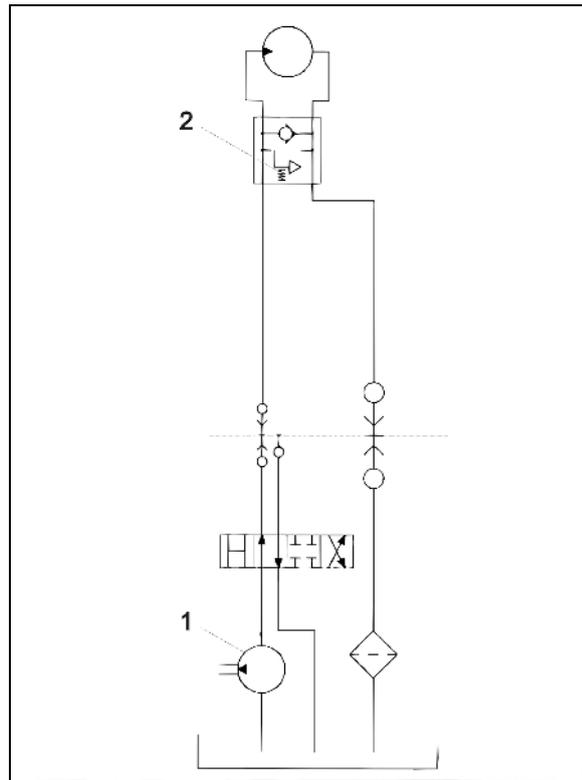
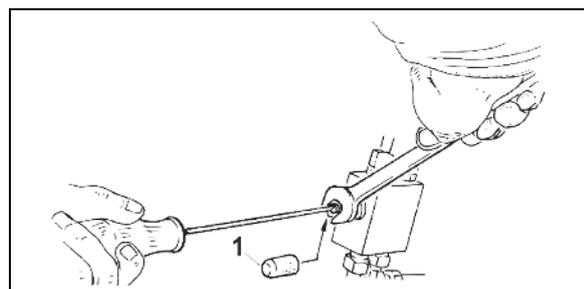

Fig. 77
Fig. 79
Les volumes d'huile acheminés en surplus sont ramenés par la valve de limitation de pression (Fig. 77 / 2) dans le réservoir d'huile et échauffent l'huile hydraulique de façon inutile.
Réglage du régime de turbine au niveau du régulateur de débit d'huile sur les tracteurs équipés d'une pompe hydraulique modulable (Fig. 77 / 1) :
1. Fermez la valve de réduction de pression (Fig. 77 / 2) (tournez vers la droite) puis ouvrez $\frac{1}{2}$ tour (Fig. 79), pour que le débit d'huile soit le plus faible possible.
valve de réduction de pression (Fig. 77 / 2) de la machine sur les tracteurs qui ne sont pas équipés d'une pompe hydraulique modulable (Fig. 77 / 1) :
1. Enlevez le capuchon de protection (Fig. 79 / 1)
4. Une fois le réglage réalisé, bloquez la position de la valve avec un contre-écrou et remplacez-le capuchon (Fig. 79 / 1).